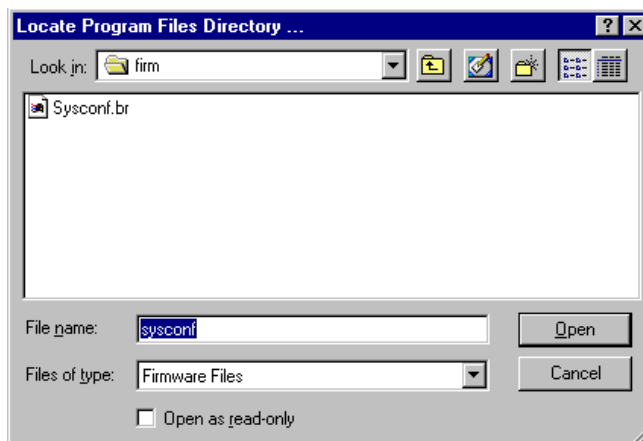

Fig. 13.69
14. La boîte de dialogue Locate Program Files Directory (Localisation du répertoire des fichiers programme) apparaîtra et affichera le répertoire par défaut. Voir Fig. 13.69. Cliquer deux fois sur le fichier ou le sélectionner et appuyer sur le bouton Open.
16. Débrancher le câble de communication et rebrancher le câble d'interface utilisateur sur l'automate Precision-Mix II. Voir Fig. 13.69.